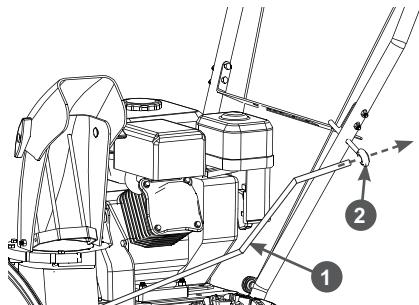

Рис. 14 Установка рычага в опорный кронштейн на рукоятке
- вставьте задний конец рычага 1 управления поворотом жёлоба в опорный кронштейн 2 на рабочей рукоятке, как показано на Рис. 14, и проденьте его через центральное отверстие в кронштейне. Установите на место снятую ручку рычага и закрепите её;